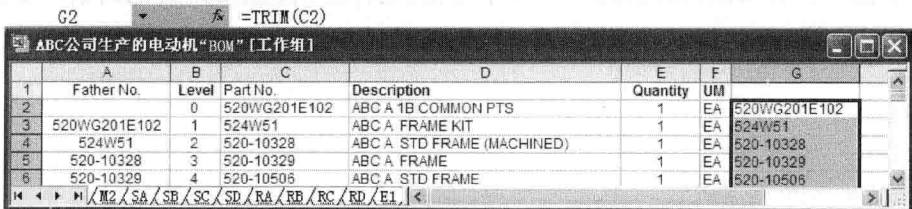

图 1-9 使用 TRIM() 函数去空格-4 步骤之 4
(4) 将鼠标对准 G2 单元格的填充句柄往下拖曳,C 列所有“Part No.”在 G 列同行对应出现,如果 C 列“Part No.”后面有空格,则被去掉(如图 1-9)。